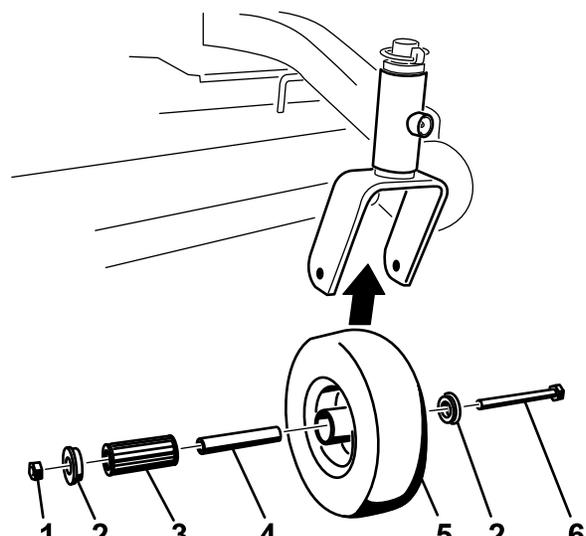

Figura 39
1. Togliete il dado di bloccaggio e il bullone della ruota che sostiene la ruota orientabile sulla forcella orientabile (Figura 39).
2. Togliete una boccola, quindi estraete la boccola chiave e il cuscinetto a rulli dal mozzo della ruota (Figura 39).
3. Togliete l'altra boccola dal mozzo della ruota e pulite via l'eventuale grasso o sporcizia presenti sul mozzo della ruota (Figura 39).
4. Ispezionate il cuscinetto a rulli, le boccole, la boccola chiave e l'interno del mozzo della ruota per verificarne l'usura. Sostituite eventuali parti difettose o usurate (Figura 39).
5. Per il montaggio, collocate una boccola nel mozzo della ruota. Lubrificate il cuscinetto a rulli e il cuscinetto chiave e fateli scorrere nel mozzo della ruota. Posizionate la seconda boccola nel mozzo della ruota (Figura 39).
6. Montate la ruota orientabile nella forcella orientabile e fissatela con il bullone della ruota e il dado di bloccaggio. Serrate il dado di bloccaggio finché la boccola chiave tocca in fondo l'interno delle forcelle orientabili (Figura 39).